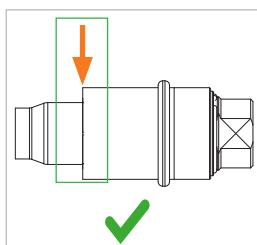

Abbildung 4
- ▶ Schieben Sie die Griffhülse (Pos. 1) von Hand nach vorne, bis diese bündig zu den Spannzangen (Pos. 3) liegt (*Abbildung 4*). Der Adapter ist nun angeschlossen.